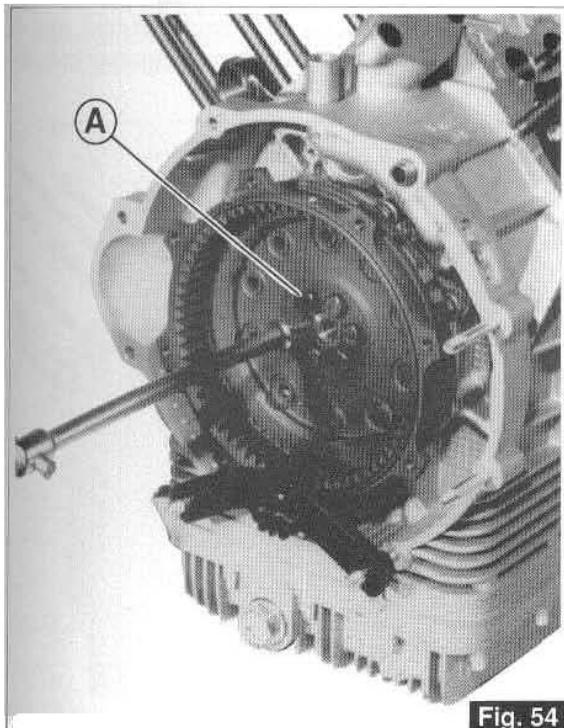

Fig. 54
- Desserrez les six vis «A» de fixation du volant au vilebrequin et démontez le volant (Fig. 54). Ces vis, en raison de la charge élevée et des sollicitations auxquelles elles sont soumises, devront être remplacées par des vis neuves lors du remontage successif; (appliquez du freinfilet Loctite sur les vis et bloquez-les à un couple de serrage de 4+4,2 Kgm).
- Die sechs Befestigungsschrauben «A» von der Motorwelle nehmen und das Schwungrad ausbauen (Abb. 54). Die genannten Schrauben müssen aufgrund ihrer hohen Anzugskraft und den Belastungen denen sie unterliegen, bei ihrer Wiedermontage durch neue Schrauben ersetzt werden (Loctite auf die Schrauben auftragen und bis auf den Anzugswert von Kgm 4+4,2 festziehen).